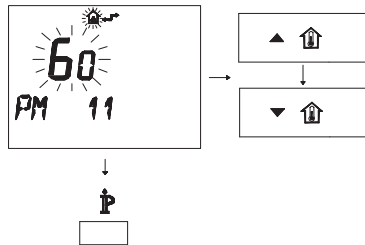

Fig. 5.80
- Per modificare il SET programmato agire sui pulsanti  $\blacktriangle \uparrow$  o  $\blacktriangledown \uparrow$  e aspettare che il numero programmato cominci a lampeggiare (Fig. 5.80). Ogni passo incrementato o decrementato corrisponde a 1 secondi.